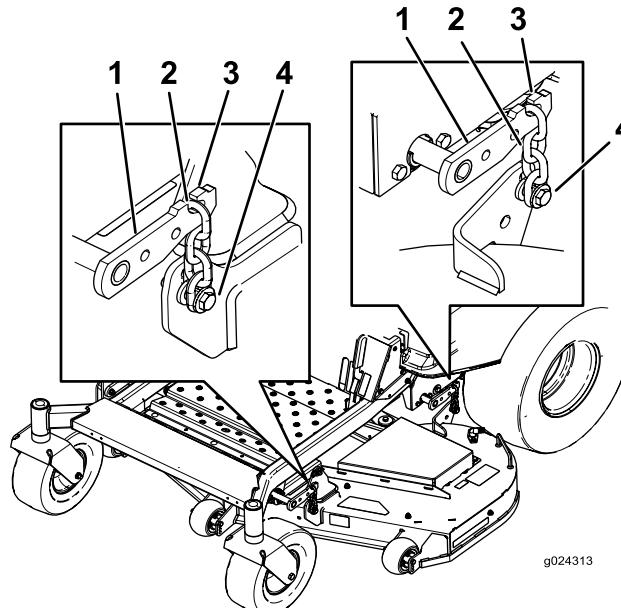

Bild 73
6. Stellen Sie sicher, dass alle vier Ketten gespannt sind (Bild 73).
7. Ziehen Sie die vier Einstellschrauben an (Bild 73).
5. Lösen Sie die Einstellschrauben an allen vier Ecken, sodass das Mähwerk sicher auf allen vier Blöcken sitzt (Bild 73).